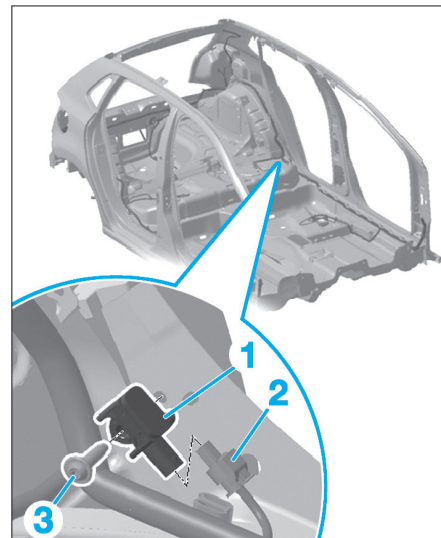

FIG. 13
- Débrancher le connecteur (2) (Fig.13).
- Déposer la vis (3) du capteur de collision ; extraire ce dernier.